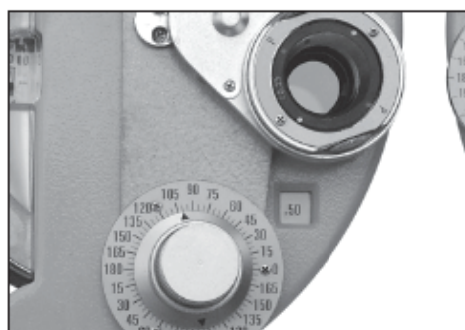

Figure 37
(3) Tournez à nouveau l'objectif pour faire une comparaison. Si ce que le Testé voit est le plus clair comme le montre la Fig.37, déplacez la lentille cylindrique croisée axialement vers le point rouge de  $5^\circ$ , lui permettant de devenir  $100^\circ$ .
(4) Tournez à nouveau l'objectif. Si le teste ne peut signaler aucune différence, l'axe du cylindre d'examen précis est terminé (avec un axe astigmatique de  $100^\circ$ ).
(5) Maintenant, pour effectuer une mesure précise de la puissance du cylindre (C), et tournez la lettre P vers l'axe d'origine (voir Fig.37).